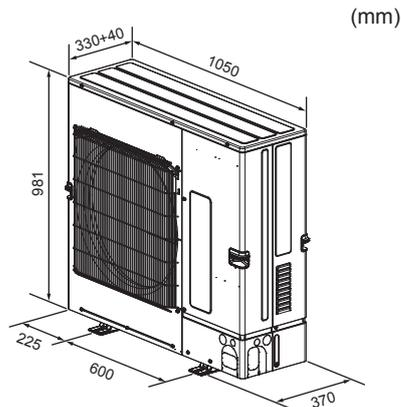

Fig. 2-3
2.3. Wymiary gabarytowe (jednostki zewnętrznej) (Fig. 2-3)